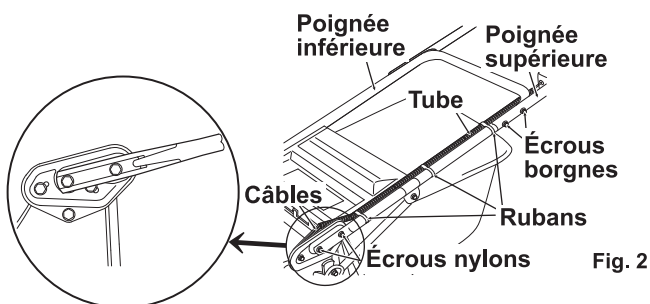

Fig. 2
- 1 Installez la poignée inférieure sur la machine (avec quatre écrous nylons). (Voir Figs. 2)